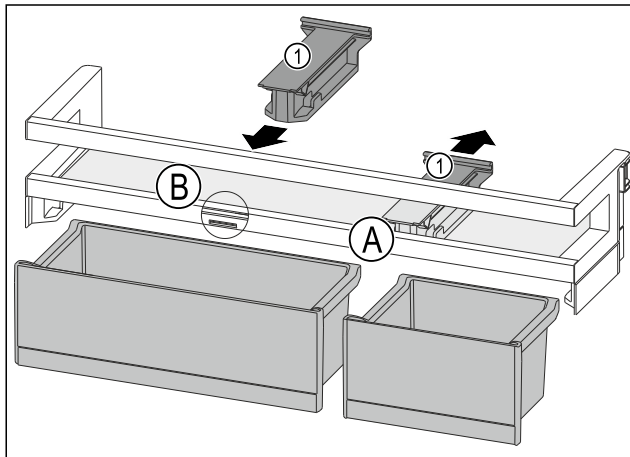

Fig. 87
- ▶ Pridržni dio Fig. 87 (1) u položaju Fig. 87 (A) skinite prema natrag.
- ▶ Pridržni dio Fig. 87 (1) umetnite u položaj Fig. 87 (B).